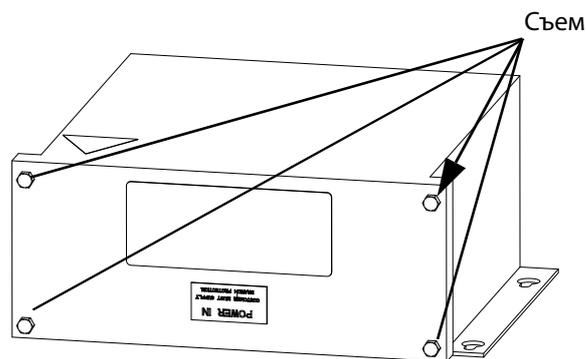

Рис. 8: Отдельный трансформатор
- Выкрутите четыре винта на трансформаторе, как показано на **Рис. 8** и снимите переднюю крышку.